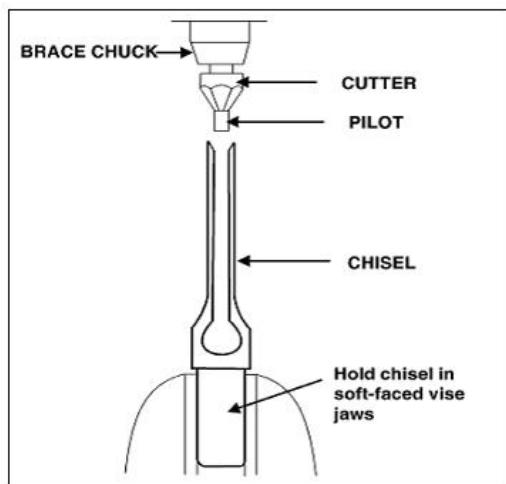

Figura 9
- Afile el cincel con un cincel de mortaja y espiga del tamaño correcto. Guía. (El tamaño del piloto variará según el tamaño del cincel). Dos o tres vueltas de la fresa en el portabrocas de carpintero son suficientes para afilar el cincel, como se muestra en la Figura 9.